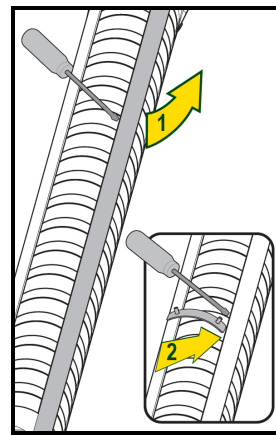

Fig.1a
1. Introducir la base por debajo de dos tensores con la ayuda de un destornillador (Fig1a-1b).